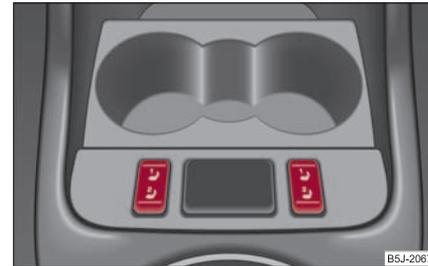

Abb. 66 Wippschalter: Sitzheizung vorn
- Durch Drücken des Wippschalters in die Position ① oder ② schalten Sie die Sitzheizung vorn auf 25 % oder 100 % der Leistung ein ⇒ Abb. 66.